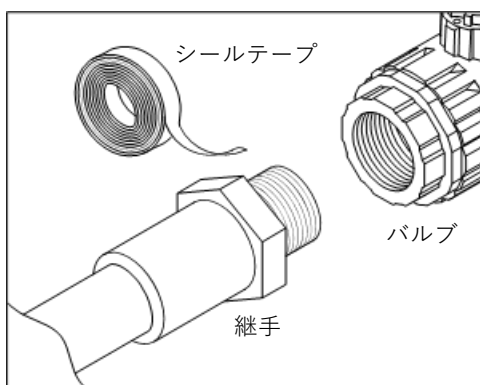

図 5.1-1
- 1) 継手のおねじにシールテープを先端約 3mm 残して巻き付けます(図 5.1-1)。